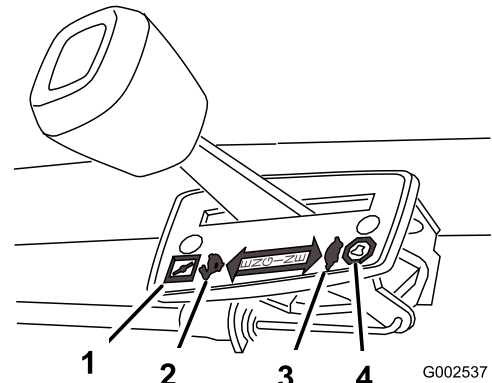

Bild 8
Die Gasbedienungseinstellungen werden in (Bild 8) dargestellt.
3. Stellen Sie den Gasbedienungshebel auf Choke (Bild 8).
4. Stellen Sie den Fahrgeschwindigkeitshebel auf die Neutralstellung (N).